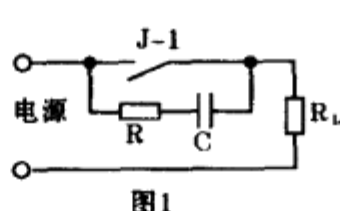

图1
开关通断显示器是一种能直接显示触点开关（或熔丝）通断状态的新型电子器件。开关通时，两端电压为0V（接触电阻忽略不计）；开关断时，开关两端有一定的电压降。利用开关通断的这一特点，通过电子电路识别，并用绿、红两只发光二极管来显示其通断状态，这就是开关通断显示器。其电路原理如图1所示。
6. 继电器接点控制负载为电机、电磁阀等感性负载时，在接点断开瞬间会产生电火花，该电火花可能会烧毁接点。因此要在接点两端并接电阻、电容组成灭火花电路，如图1所示。绕组与晶体管串接时，为防止晶体管由导通变为截止时，绕组产生的反向自感电动势击穿损坏晶体管，要在绕组两端反向并接一只二极管VD，让反向自感电动势通过其泄放，从而起到